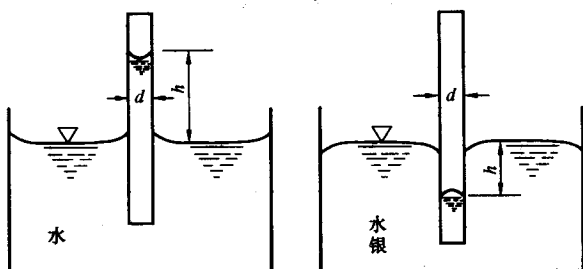

图 1-2
表面张力是由于液体分子内聚力作用，使液体形成一个受力均匀、类似薄膜似的表面，这个表面能够承受极其微小的拉力，这种存在于液体表面的拉力称为表面张力。由于表面张力很小，一般对液体的宏观机械运动不起作用，只有在特殊情况下的微小水滴、地下渗流等情况才显示其影响。如图 1-2 所示，将一根细管插入盛液体的容器中，管中与容器中的液面不在同一水平面上，这种现象称毛细现象。这是因为将两端开口的管子插入液体时，液体的附着力使管内自由液面向上弯曲成凹面，造成液面表面积扩大，但表面张力作用的结果使表面积尽量缩小，使中间液面向上臃起而形成平面，同时附着力的作用又使液面向下弯曲形成新的凹面。如此不断进行，直至上升液柱的重量与表面张力的竖直分力平衡为止。内径小到足以发生这种显著变化的管子称为毛细管。
11. 如图 1-2 所示, 两端开口的玻璃管, 直径为 1cm , 插入一装有常温水的容器中, 试计算测压管的水高出容器水面的高度。